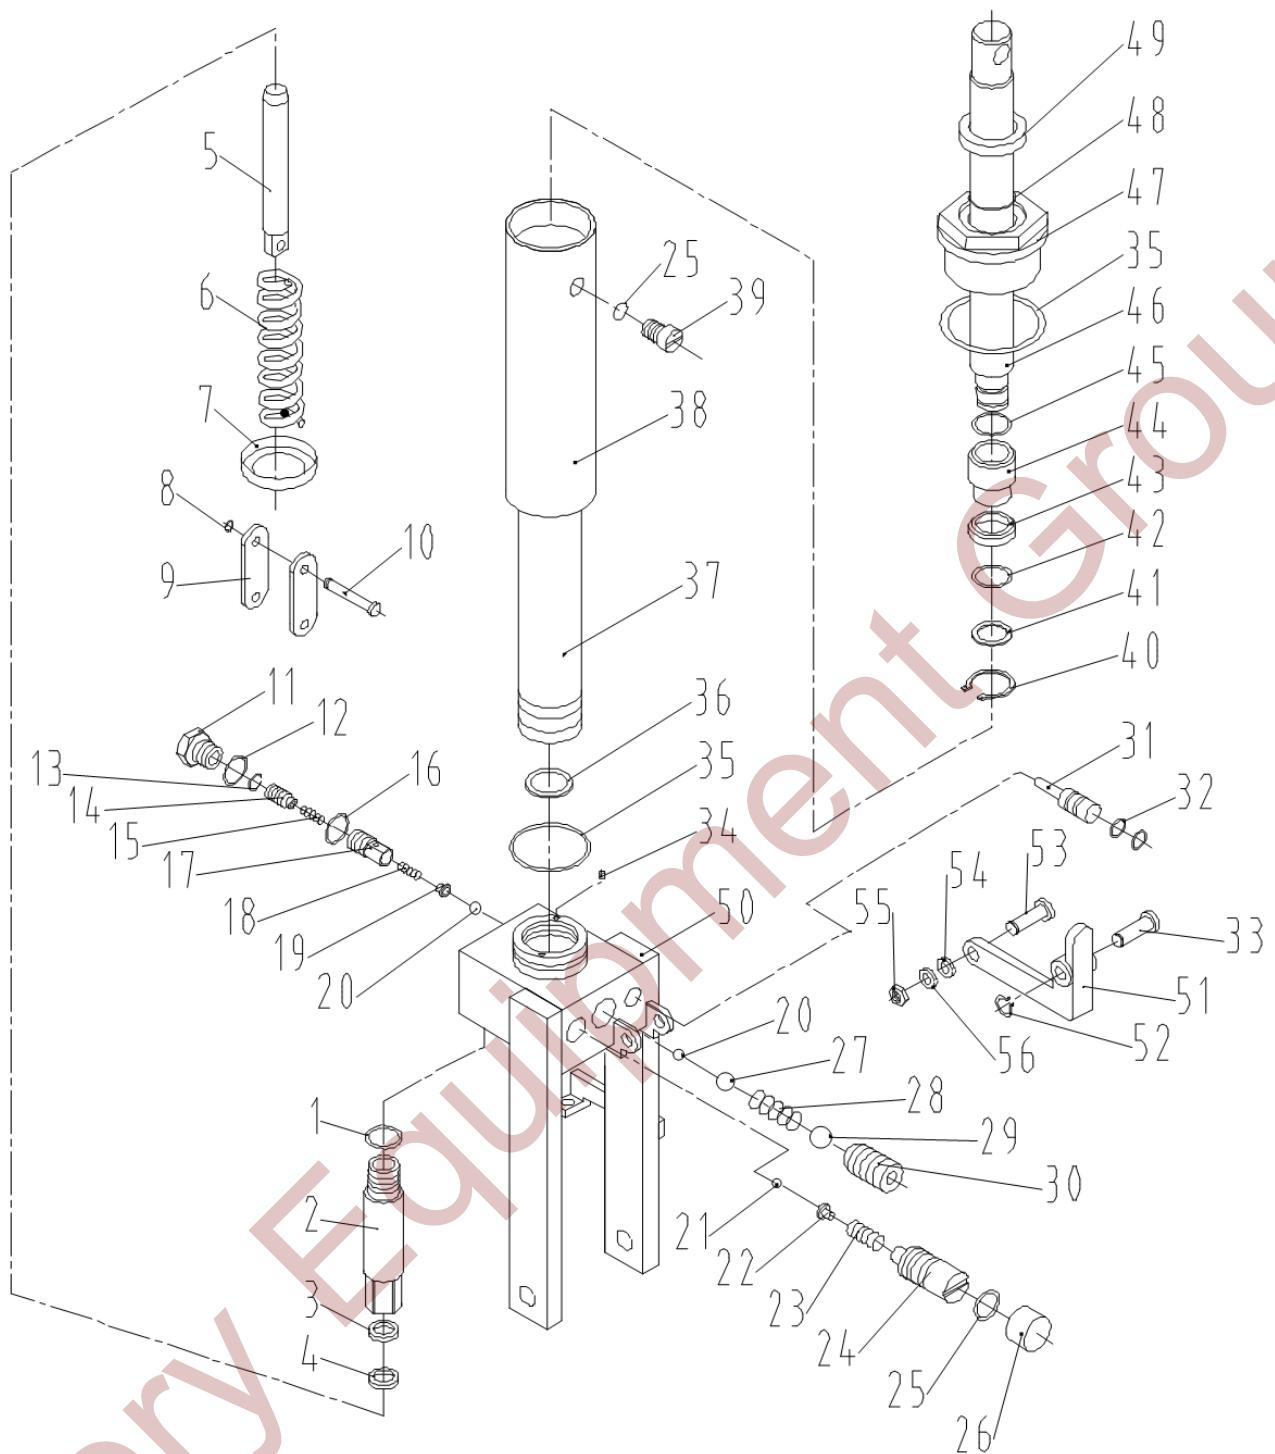

Figure 1
- Dévissez la vis d'étanchéité 11 # de la pompe (voir figure 1 en annexe) avec une clé ; Tirez le bouton vers le haut ; Dévissez la vis du bouchon d'huile 39 # et ajoutez de l'huile hydraulique ;
8. Les joints 1 , 3 , 4 , 16, 25, 26, 32, 35, 36, 42, 43, 45, 48 et 49 de la pompe (voir figure 1 en annexe) sont en caoutchouc PU, dont l'entretien est prévu tous les deux ans. Remplacez les joints régulièrement pour éviter tout dommage et toute dégradation des performances du camion.